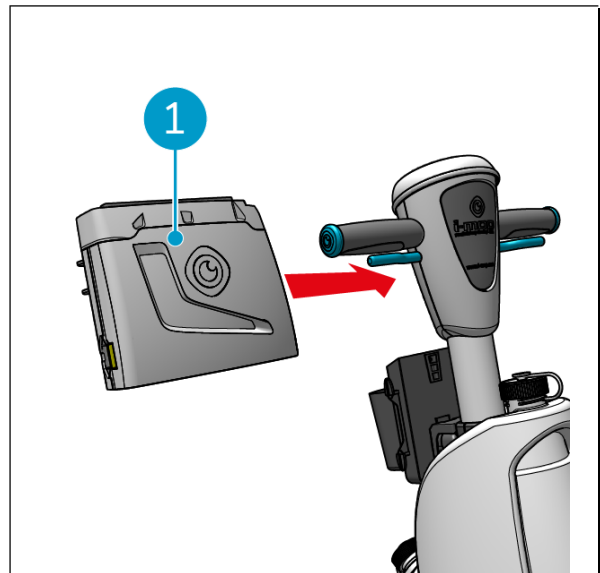

Figura 18
1. Deslice el controlador del mango (Figura 18, pos. 1) en el mango de la i-mop XL.